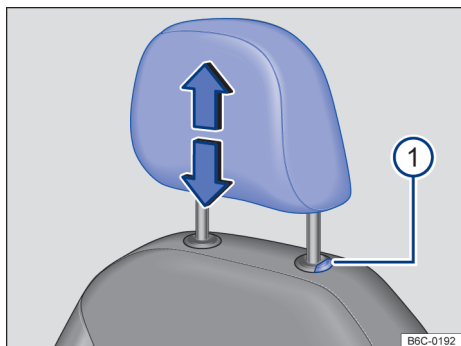
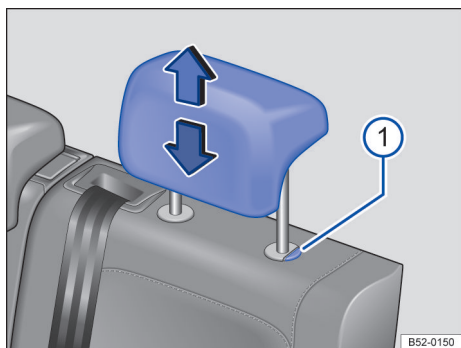

Fig. 66 Apoio para cabeça dianteiro: ajustar.
Fig. 67 Apoio para cabeça traseiros: ajustar.
- Deslocar o apoio para cabeça para cima ou para baixo na direção da seta com o botão → Fig. 66 ① ou → Fig. 67 ① pressionado → ⚠️ em *Introdução ao tema* na página 83.